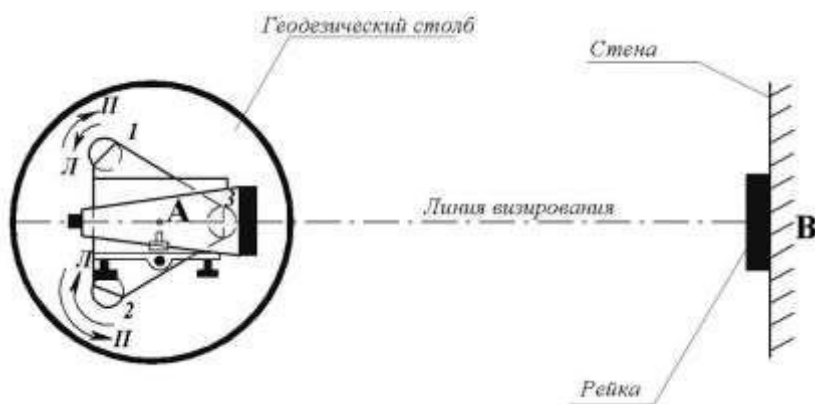

Рис. 7. Схема наблюдения в поверке №3
- 3) Устанавливают зрительную трубу перпендикулярно отвесной плоскости, проходящей через два подъемных винта 1 и 2 подставки нивелира (рис. 7).
1. Поворачивают нивелир вместе с подставкой так, чтобы труба расположилась по линии АВ (см. рис. 7).
4. Вращением наводящего винта 9 (см. рис.1) зрительной трубы точно наводят её на изображение нивелирной рейки (см. рис.7), закрепленную на стене геодезического кабинета.
7. Вращением подъемных винтов 1 и 2 (см. рис.7) в направлении стрелок с индексом "л" на два полных оборота каждого наклоняют ось вращения нивелира *влево*.
9. Вращением подъемных винтов 1 и 2 (см. рис.7) в направлении стрелок с индексом "П" на четыре полных оборота каждого винта наклоняют ось вращения нивелира *вправо*.